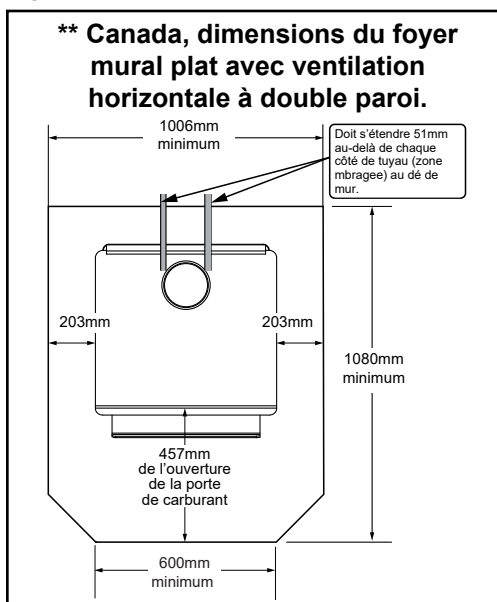

Figure 9.2 - ** Cette dimension varie en fonction de l'installation.
Au Canada, une protection de sol similaire doit être fournie à 457 mm (18 pouces) à l'avant et à 203 mm (8 pouces) des côtés et de l'arrière de l'appareil, à moins que le foyer ne soit contre le mur (**Figure 9.2**). Ensuite, le dégagement peut être réduit à l'aide d'un tuyau à double paroi et du tableau Dégagement par rapport aux matériaux inflammables indiqué à la page 10.
***Exception :** Les protections incombustibles pour le sol doivent s'étendre sous le conduit lorsque l'évacuation est horizontale et se prolonger de 51 mm (2 po) de chaque côté du conduit; **Voir figure 9.2.**